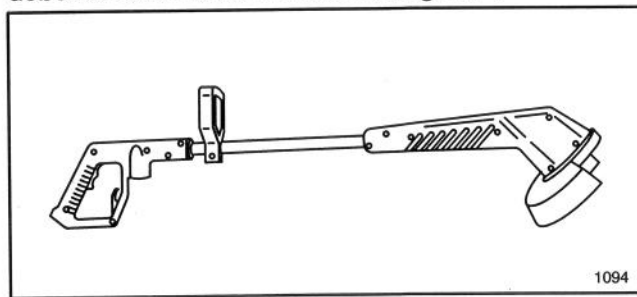

Figura 2
Cuando esté totalmente ensamblado la recortadora debe verse como se indica en la Figura 2.
**Nota:** si no se alinean las ranuras y los orificios, cerciórese de que el tubo esté completamente dentro del orificio y de que la caja del motor esté alineada con la manija superior, como se muestra en la Figura 2.
3. Fije la caja del motor al tubo con (2) dos tornillos para metal y (2) dos tuercas.